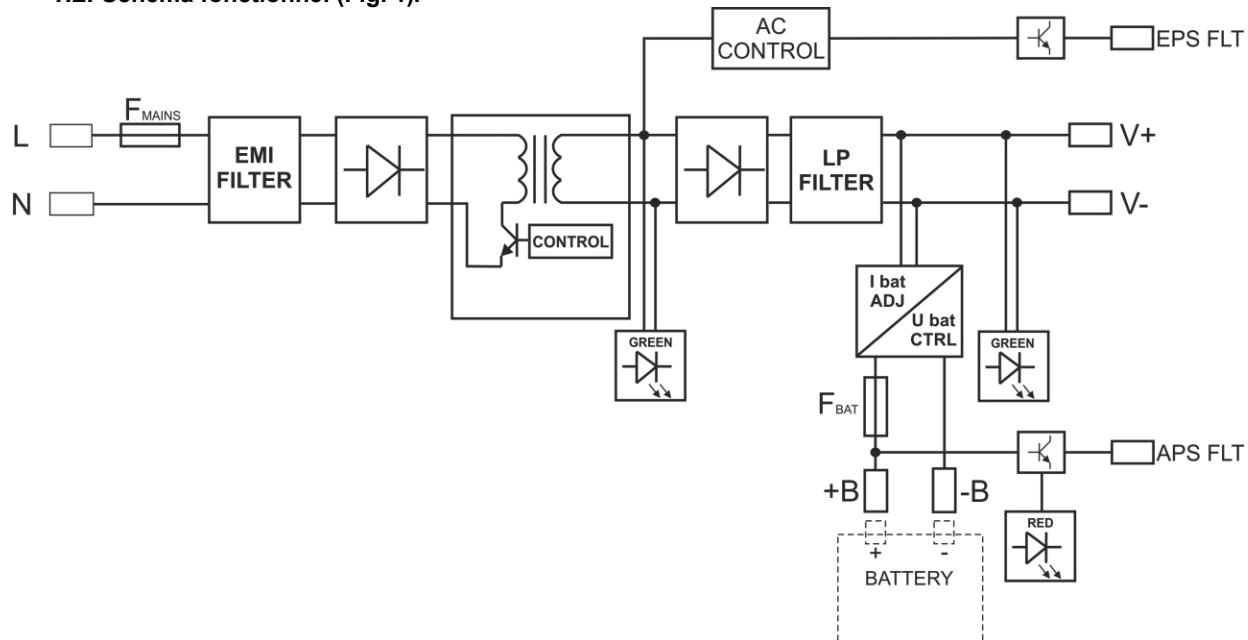

Fig.1. Schéma fonctionnel de l'unité d'alimentation.
1.2. Schéma fonctionnel (Fig. 1).